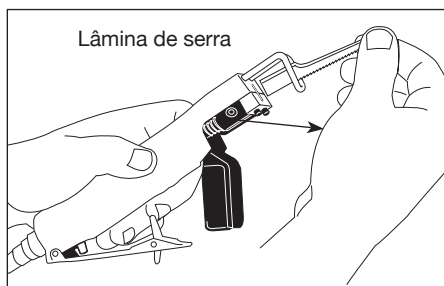

Figura 6
4. Retire cuidadosamente a lâmina do conjunto da serra conforme mostrado na figura 6.